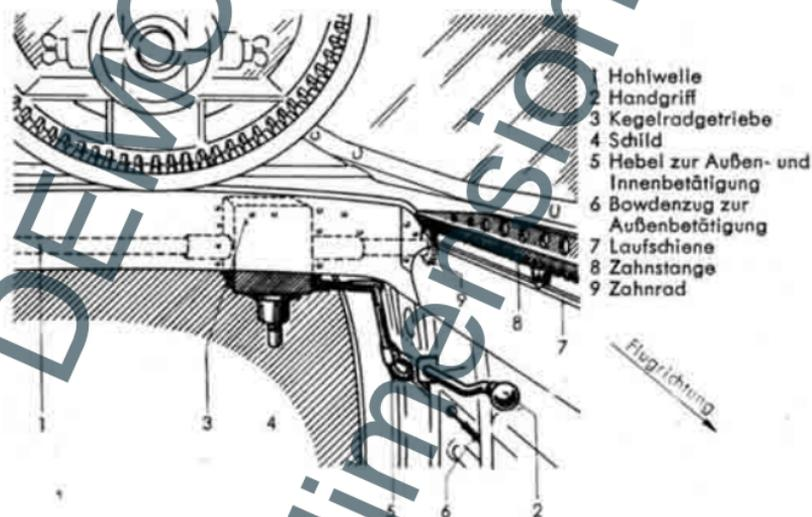

Abb. 5 Innenbetätigung des Schiebedaches vom Schützen
Der Schützenraum (Abb. 2) ist ebenso wie der Führerraum durch ein festes (5) und ein abwerfbares Schiebedach (7) überdeckt. Im hinteren Teil des Daches ist das MG in einer Ikaria-Linsenlafette gelagert. Das Öffnen des Schiebedaches (7) von außen erfolgt durch Niederdrücken des Handgriffes (9) an der linken Rumpfmittwand bei Spant 4 und Zurückschieben der Überdachung. Ebenso kann das Schließen von außen erfolgen. Von innen aus (Abb. 5) wird das Schiebedach durch Ziehen oder Drücken des Handgriffes (2) im hinteren Teil des Raumes geöffnet bzw. geschlossen. Beim Ziehen des Handgriffes wird über ein Kegelradgetriebe (3) und Zahnräder (9), die links und rechts auf einer Zahnstange (8) abrollen, das Dach bewegt, das auf beiden Seiten mit zwei Laufrollen auf einer Laufschiene (7) geführt ist.
Je nach dem Ziehen des an der linken Rumpfsseitenwand gelagerten Handgriffes (Abb. 5) (2), der an einem Hebel (5) angreift, kann das Dach in verschiedenen Zwischenstellungen geöffnet bleiben.